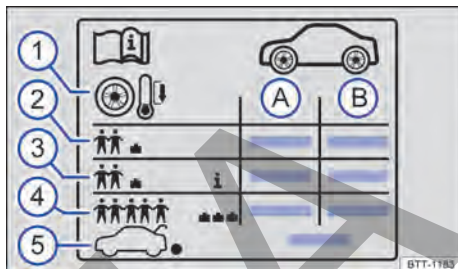

Fig. 193 Símbolos en el adhesivo de la presión de los neumáticos.
Datos que figuran en el adhesivo → fig. 193:
En función del vehículo, el adhesivo de la presión de los neumáticos puede incluir una presión de confort → fig. 193 ③. La presión de confort permite aumentar el confort de marcha. Cuando se circula con la presión de confort, puede que se incremente el consumo de combustible.